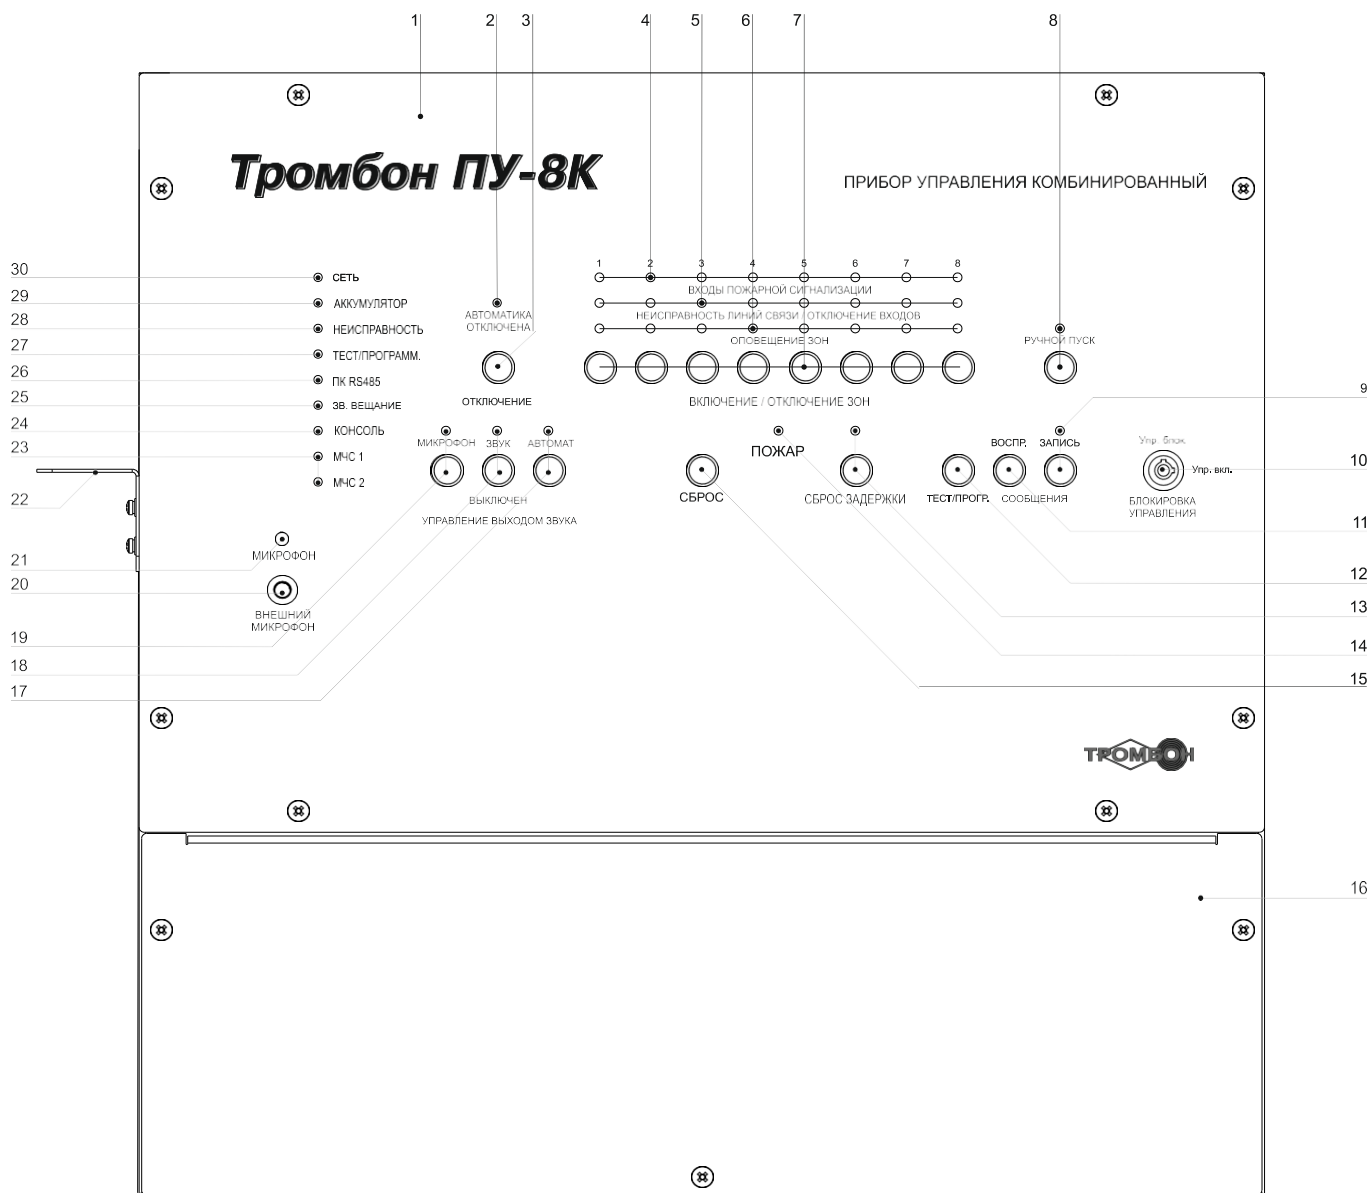

Рис. 1. Внешний вид прибора «Тромбон ПУ-8К» и расположение органов управления и индикации.
Входы пожарной сигнализации прибора «Тромбон ПУ-8К» реагируют на замыкание контактов на выходе ППКП. Для управления оповещением в автоматическом режиме к входам прибора необходимо подключить столько выходов ППКП, сколько имеется зон оповещения. При получении от ППКП командного сигнала (замыкания) на любой из входов, прибор переходит в режим «Тревога» что подтверждается зажиганием индикаторов «ПОЖАР» и индикаторов «ВХОДЫ ПОЖАРНОЙ СИГНАЛИЗАЦИИ», соответствующих тревожным входам (рис.1 поз. 4, 14).
4. Другие значения сопротивления линии связи, воспринимаются прибором как авария линии связи с ППКП. На передней панели ПУ зажигаются индикаторы «НЕИСПРАВНОСТЬ ЛИНИЙ СВЯЗИ / ОТКЛЮЧЕНИЕ ЛИНИЙ», соответствующие номеру неисправных линий связи с ППКП и индикатор «НЕИСПРАВНОСТЬ» (рис. 1, поз. 5, 28). Прибор выключает реле на выходе «Неиспр.» и периодически издает звук зуммера.